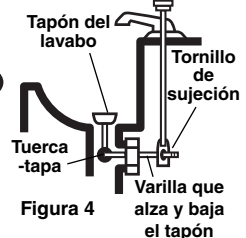

Figura 4
- Si se trata de un lavabo con tapón de sube y baja: extraiga la varilla que alza y baja el tapón, y el tapón mismo (*vea la Figura 4*). No olvide colocar un recipiente debajo del sifón para recibir el agua que puede caer.